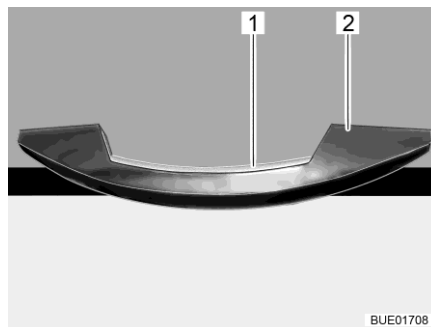
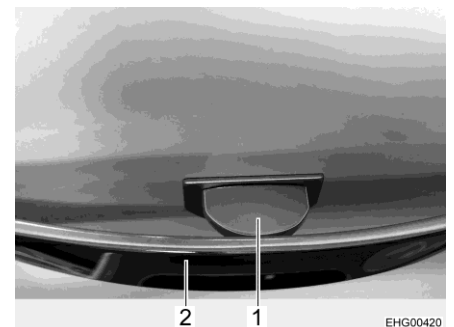

Bild 52 Griff mit Entriegelungsleiste (Beispiel)
Bild 53 Griff mit Entriegelungsglasche
- Entriegelungsleiste (Bild 52,1) oder Entriegelungsglasche (Bild 53,1) drücken und gedrückt halten.
- Am Griff (Bild 52,2 oder Bild 53,2) ziehen, bis die Möbelklappe offen ist.